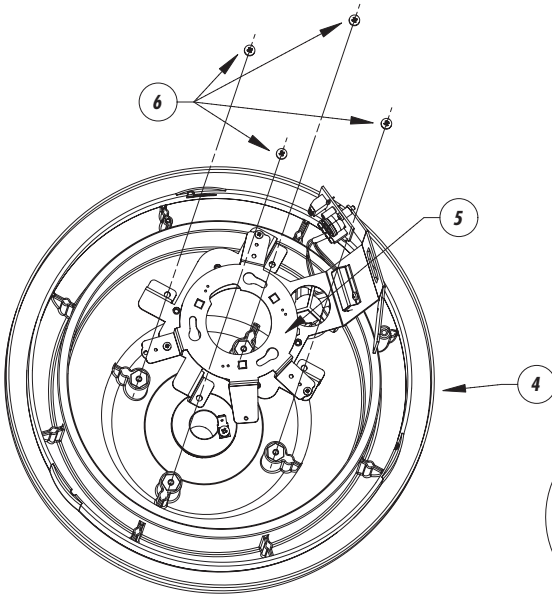
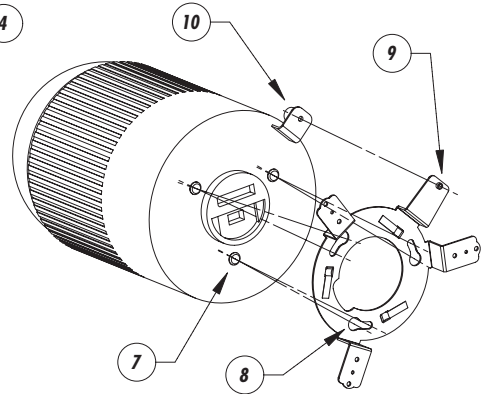
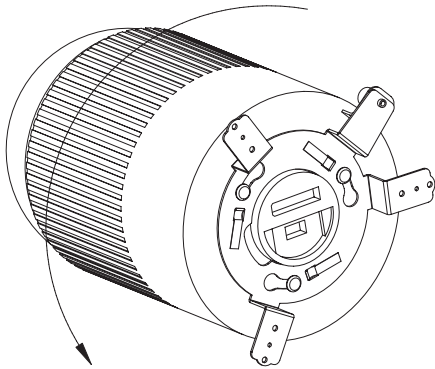
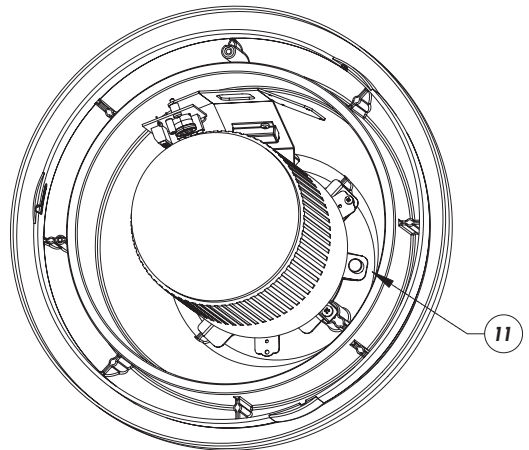

Fig. 7
Fig. 8
Fig. 9
Fig. 10
- Fissare (Fig. 7) l'adattamento (5) alla custodia a sfera (4) mediante le 4 viti di fissaggio (6).
- Allineare (Fig. 8) i 3 perni presenti sul fondo della telecamera network (Fig. 7) con i fori-sole della piastra (8). Una volta centrati, effettuare una leggera rotazione della telecamera network (Fig. 9) finchè i perni verranno bloccati nelle rispettive asole.
- Controllare (Fig. 8) che il foro sulla staffa (9) sia allineato con la vite di fissaggio (10) e serrare quest'ultima per fissare la telecamera network (Fig. 10).
- Fixer (Fig. 7) l'adaptateur (5) au caisson dôme (4) au moyen des 4 vis de fixation (6).
- Aligner (Fig. 8) les 3 axes prévus sur le fond de la caméra réseau motorisée (Fig. 7) avec les fentes de la plaque (8). Après avoir procédé au centrage, tourner légèrement la caméra réseau motorisée (Fig. 9) jusqu'à bloquer les axes dans leurs fentes respectives.
- Contrôler (Fig. 8) que la fente sur l'étrier (9) soit alignée en utilisant la vis de fixation (10) et la serrer pour fixer la caméra réseau motorisée (Fig. 10).
- Fix (Fig. 7) the adapter (5) to the spherical housing (4) using the 4 fastening screws (6).
- Align (Fig. 8) the 3 pins on the base of the network camera (Fig. 7) with the keyhole slots on the plate (8). When they have been centred, turn the network camera slightly (Fig. 9) until each pin is locked into its slot.
- Verify (Fig. 8) that the bracket hole (9) is aligned with the fastening screw (10) and tight it in order to fix the network camera (Fig. 10).
- Fixieren (Fig. 7) Sie die Adapter (5) an dem Kugelgehäuse (4) mit Hilfe der 4 Befestigungsschrauben (6).
- Die 3 vorhandenen Stifte am Boden der Netzwerk Kamera (Fig. 7) werden in die Langlöcher der Platte (8) eingeführt (Fig. 8). Danach die Netzwerk Kamera leicht drehen (Fig. 9), damit die Stifte in ihren Langlöchern blockiert werden.
- Kontrollieren Sie (Fig. 8), daß das Loch der Halterung (9) mit der Befestigungsschraube (10) ausgerichtet ist. Die Schraube abschließen, um die Netzwerk Kamera (Fig. 10) zu fixieren.